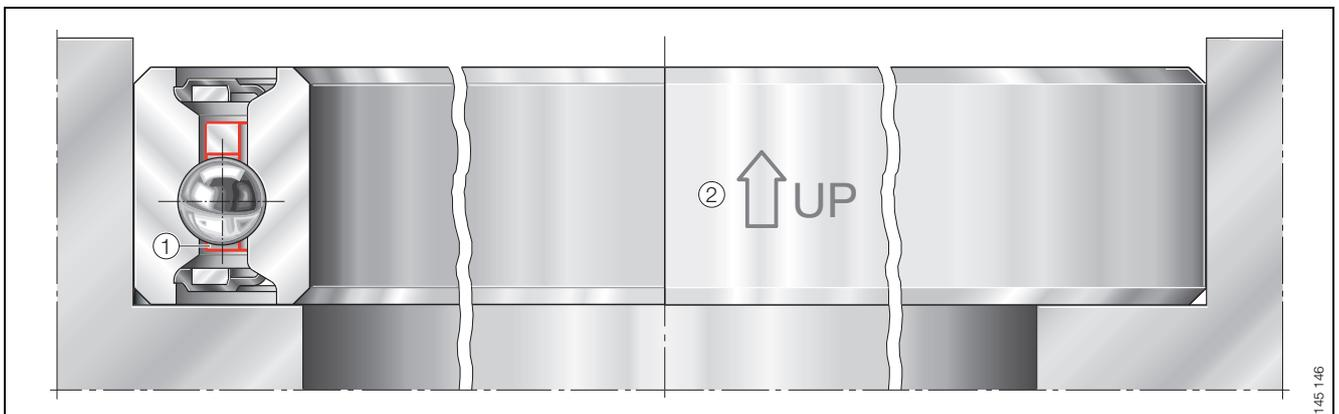

Bild 1 · Kennzeichnung der Käfigposition bei abgedichteten Dünnringlagern
Die offene Seite ① des Schnappkäfigs soll unten sein. Deshalb ist die Position des Käfigs auf der Mantelfläche des Außenrings mit einem Pfeil gekennzeichnet. Die Pfeilspitze zeigt nach oben zur geschlossenen Käfigseite ② (Bild 1).